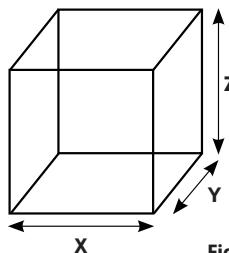
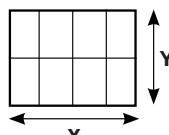

Figure 3.1
Figure 3.2
Pour faire ce calcul, multipliez la hauteur (Z) par la largeur (X) et par la longueur (Y) en mètres pour obtenir le volume cubique de votre sauna comme le montre la **Figure 3.1**. Calculez ensuite la surface totale des murs en brique, carrelage, verre ou béton (X x Y **Figure 3.2**). Multipliez cette surface cumulée par 3,90 et ajoutez le résultat au volume de votre pièce